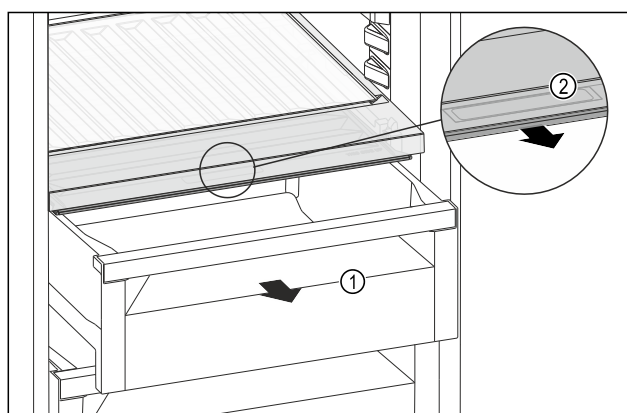

Fig. 152
- ▶ 拉出抽屉 Fig. 152 (1)。
- ▶ 抓住抽屉盖上的内嵌式拉手 Fig. 152 (2)，并同时向前拉出抽屉盖。